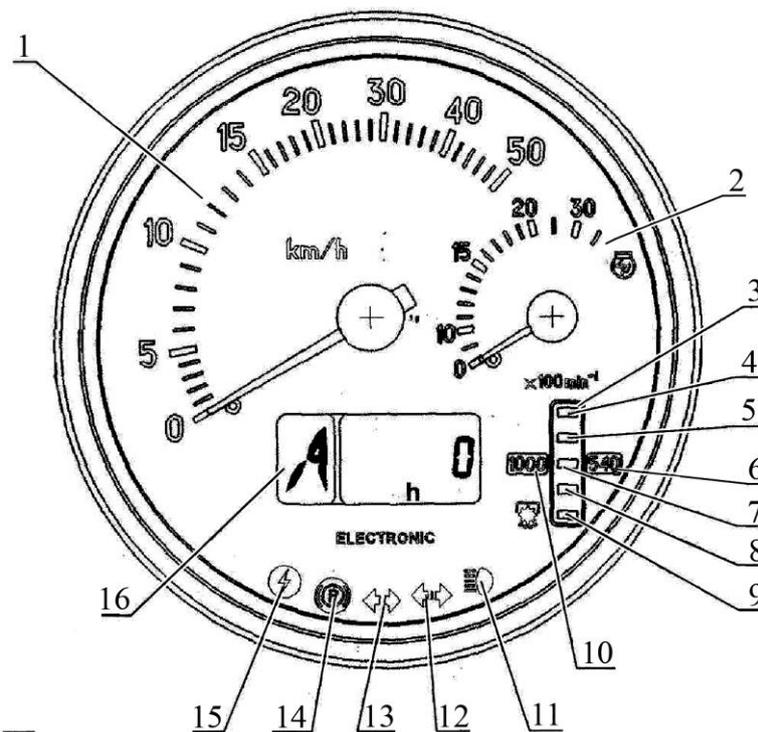
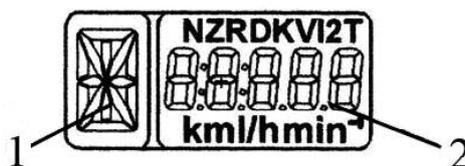

Рис. 2.22 – Индикатор комбинированный
Рис. 2.24– Информационные поля МИ
Индикатор комбинированный 15 (рисунок 2.11.) (далее – ИК) и пульт управления индикатором комбинированным 16 (рисунок 2.22) (далее – ПУИК) отображают информацию об эксплуатационных параметрах систем и агрегатов опрыскивателя самоходного штангового и предоставляют оператору данные о нарушении работы или о выходе из строя какой-либо системы.
Указатель скорости 1 (рисунок 2.22) отображает на стрелочном индикаторе расчетную скорость движения опрыскивателя самоходного штангового. Расчетная скорость может быть выше действительной, т.к. не учитывается буксование опрыскивателя самоходного штангового.
Указатель оборотов двигателя 2 (рисунок 2.22), отображает на стрелочном индикаторе частоту вращения коленчатого вала двигателя.
Многофункциональный индикатор 16 (рисунок 2.22), представляет собой жидкокристаллический дисплей, отображает одновременно информацию в двух полях 1 и 2 (рисунок 2.24).
В информационном поле 2 (рисунок 2.24) отображаются следующие параметры:
- контрольная лампа-индикатор включения дальнего света дорожных фар 11 (рисунок 2.22) загорается при включении дальнего света дорожных фар;
- контрольная лампа-сигнализатор включения стояночного тормоза 14 (рисунок 2.22) работает в мигающем режиме с частотой 1 Гц при срабатывании датчика включения стояночного тормоза;
В ИК, при каждом подключении к питанию, осуществляется проверка функционирования стрелочных указателей и элементов шкалы индикатора ЗВОМ. При этом, в течение не более одной секунды, стрелки указателей отклоняются от нулевых отметок (либо, в течение не более одной секунды, происходит «дрожание» стрелок на нулевых отметках указателей), а также включаются оба сигнализатора диапазона шкалы ЗВОМ 6 и 10 (рисунок 2.22) и все сегменты шкалы ЗВОМ.